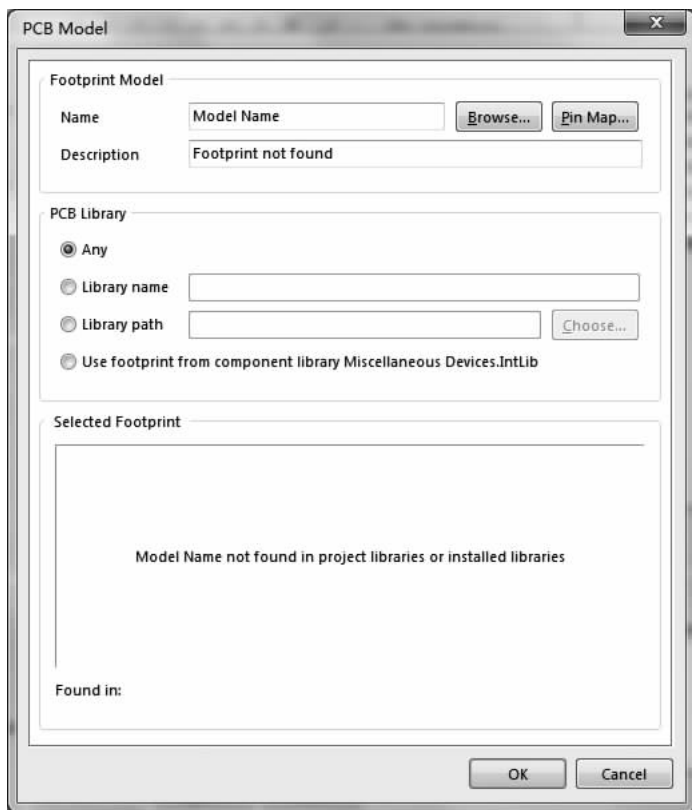

图 2-45 “PCB Model”对话框
(2)在对话框的下拉列表框中选择“Footprint”模式,单击“OK”按钮,系统弹出如图 2-45 所示的“PCB Model”对话框。